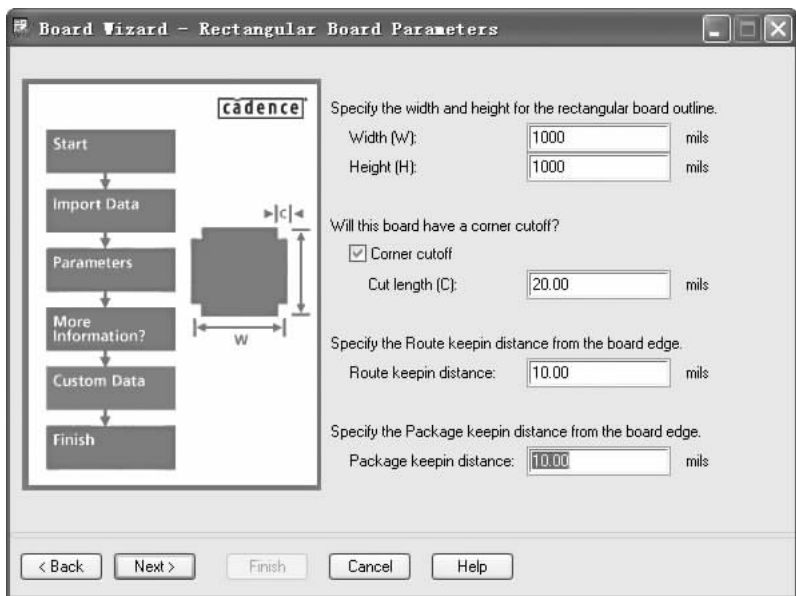

图 10-37 “Board Wizard - Rectangular Board Parameters（板向导模板）”对话框
12. 选择“Rectangular board（方形板框）”选项，单击 **Next >** 按钮，进入图 10-37 所示的对话框。